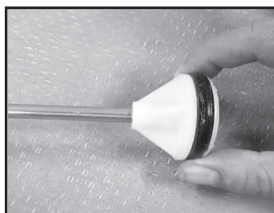

**Figura 6**
1. Inspeccione la empaquetadura. Si está gastada o dañada, sáquela y reemplácela. **(Vea la Figura 6)**